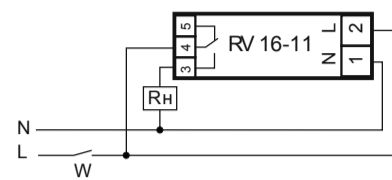

Рис. 4: устройство прибора
5.1. Переключателем устанавливается желаемый режим работы устройства (рис.4):
7.2. Подключить нагрузку к изделию (см. рис.4). Для этого используйте одножильный или многожильный провод с двойной или усиленной изоляцией сечением, соответствующим мощности нагрузки. **Фазное** напряжение подается на контакты **2** и **4** изделия. Напряжение может подаваться через выключатель **W** или напрямую.